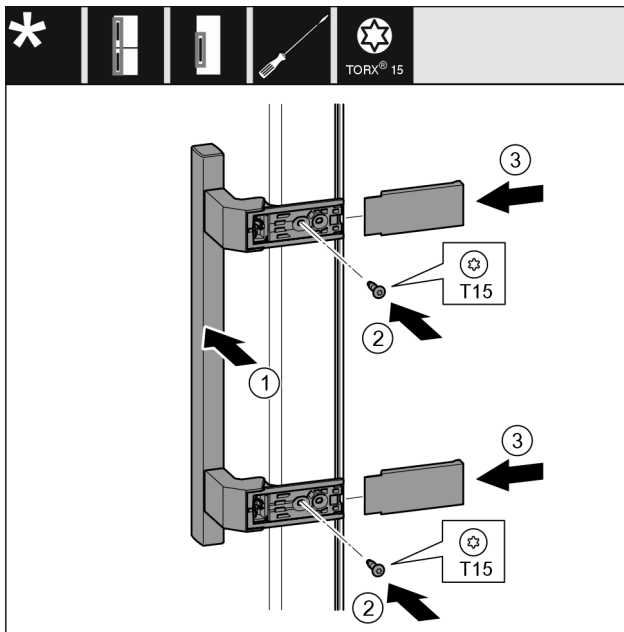

Fig. 9
- ▶ Griff auf der Gegenseite ansetzen. Fig. 9 (1)
- ▶ Schrauben mit Schraubendreher T15 festschrauben. Fig. 9 (2)
- ▶ Abdeckungen seitlich ansetzen und aufschieben. Fig. 9 (3)